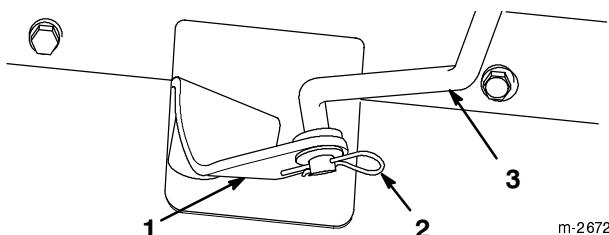

Figure 26
3. Retirez la goupille fendue et la rondelle plate. Dégagerez la tige de changement de vitesse hors du trou du bras de changement de vitesse (Fig. 26).